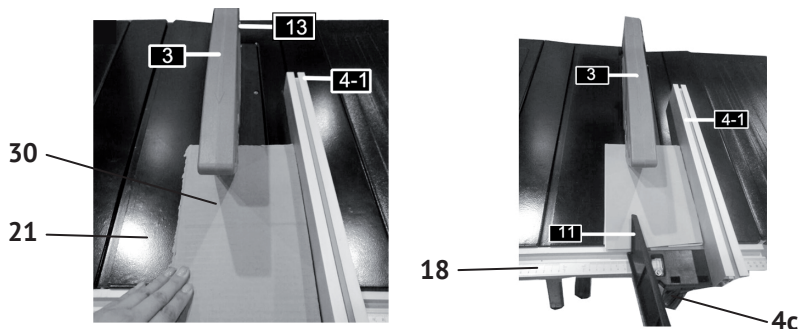

рис.9
2.2.1 Прямолинейный (продольный/поперечный) рез (см. рис.9):
- установить на рабочий стол (рис.9 поз.21) пластину параллельного упора (рис.9 поз.4.1), как описано в п.2.1.4 (с учётом толщины и ширины заготовки);
- прижать ровный край заготовки (рис.9 поз.30) к пластине параллельного упора;
- ослабить крепление защитного кожуха (рис.9 поз.3) к расклинивающему ножу (рис.9 поз.13), он должен касаться нижней поверхностью верхней плоскости заготовки;
- при работе с узкими заготовками или при поперечном резе необходимо использовать толкатель (рис.9 поз.11), как показано на рис.9;